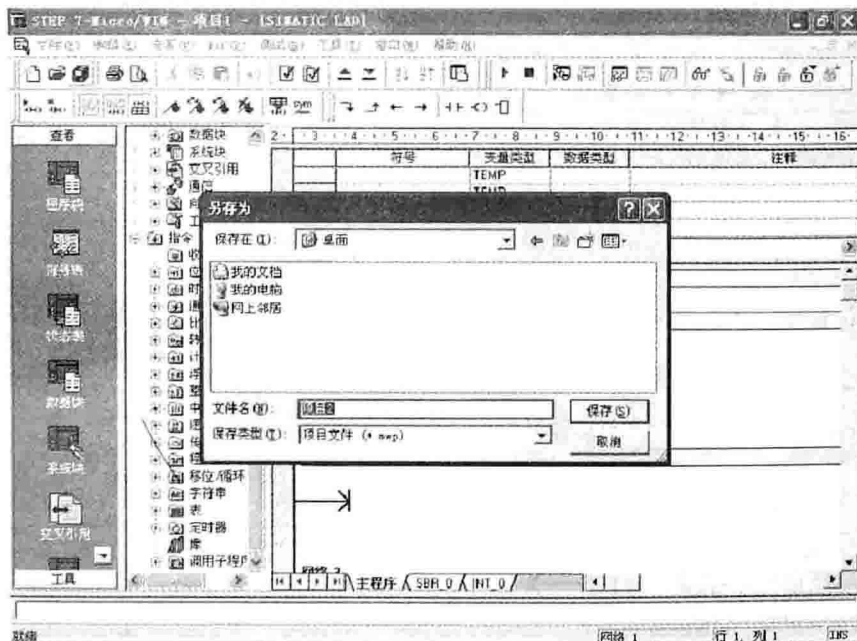

图 1-5 保存项目
(2) 单击按钮，保存该项目，如图 1-5 所示。在弹出的“另存为”对话框中可设置文件名和保存路径。